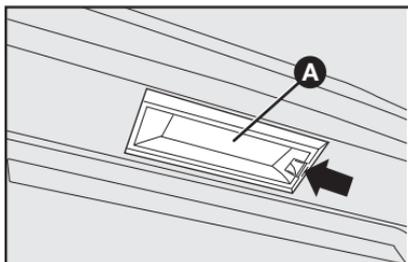

fig. 21
## LUZ DE PLACA - fig. 21
- 1) retirar o refletor **A-fig. 21** atuando na trava indicada pela seta.